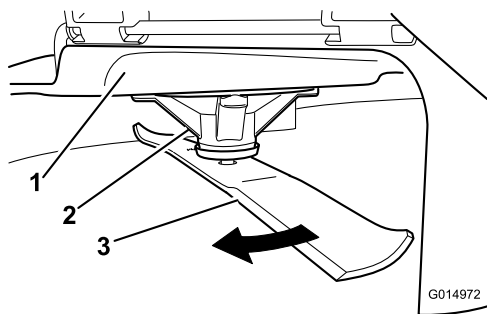

Figura 55
2. Indossando guanti ben imbottiti o altra protezione per le mani adeguata ruotare lentamente la lama da misurare in una posizione che consenta la misurazione effettiva della distanza tra il tagliente e la superficie piana su cui si trova la macchina Figura 55.